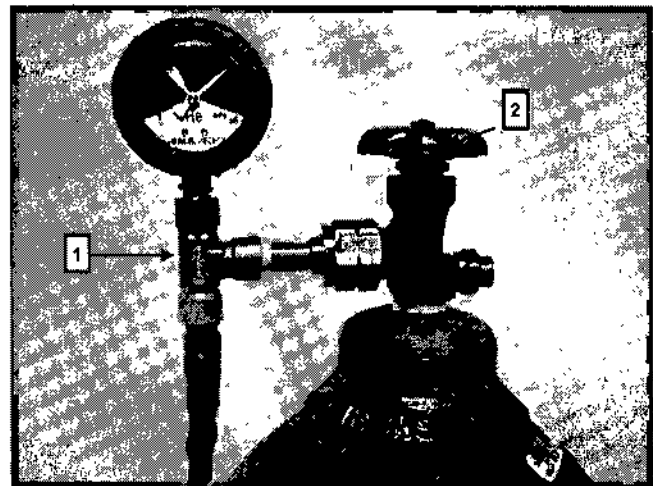

Figura 7. Preparación de la botella de gas
2. Conecte el conducto de suministro de gas helio de alta presión a la botella de helio fijando el adaptador del conjunto de manómetro en la conexión de la botella (Figura 7).